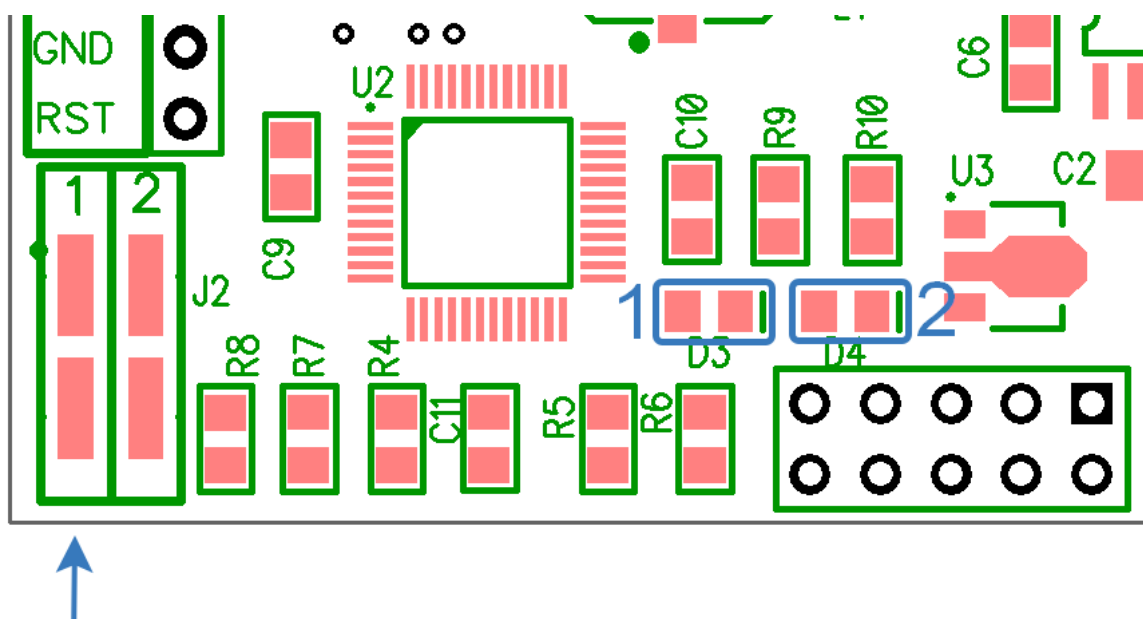

Рисунок 1 – Месторасположение переключки и светодиодов индикации
3. на плате модема установить переключку J2 в положение 1 (см. рис. 1),
Для определения статуса работы модема предусмотрены светодиоды 1 и 2, см. рис. 1, описание статусов представлено в таблице ниже.